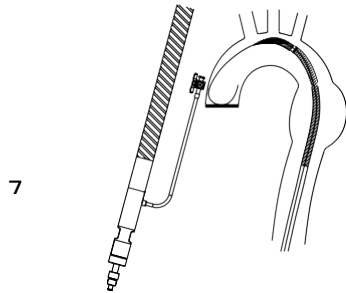

Fig. 6 Introducción del sistema de liberación
- ♦ Haga avanzar el sistema de colocación hacia las ubicaciones del aneurisma o disección a lo largo del alambre guía y mantenga siempre la válvula hemostática hacia el lado izquierdo del paciente (Fig. 6).